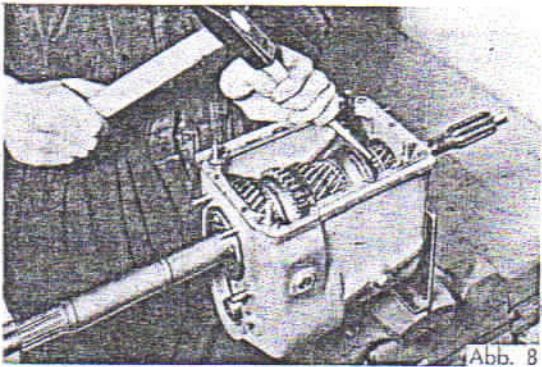

Abb. 8
10. Antriebswelle mit Antriebszahnrad und Kugellager mittels Hartholzkeil aus Getriebegehäuse austreiben (Abb. 8), danach Sperrzahnring und Nadelkäfig abnehmen.